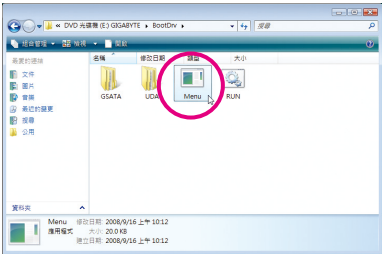
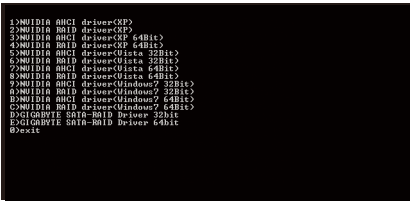

图2
图3
- 2: 进入光盘中「BootDrv」文件夹，双击「Menu.exe」文件(图2)后会出现「命令提示字符」画面，内含如图3的控制器选单。
- 3: 放入空白磁盘。依所要安装的系统按下SATA控制器驱动程序代码后再按<Enter>键。以图3的选单为例，若要复制 Windows XP (32-bit) 操作系统的RAID驱动程序请选择「2」NVIDIA RAID driver (XP)」。